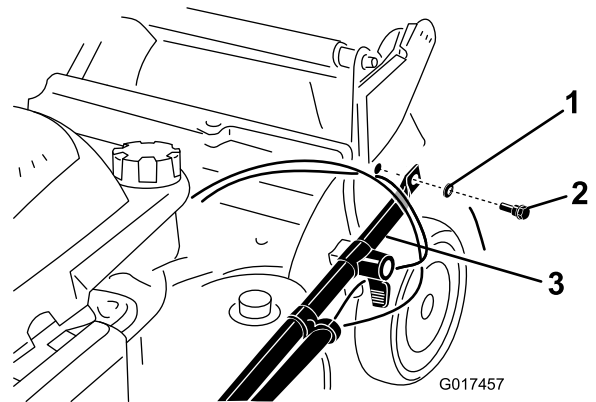

Figure 5
2. Fixez les extrémités du guidon au carter de la machine avec 2 rondelles et 2 boulons (Figure 5), mais ne serrez pas les boulons.
**Important:** Acheminez les câbles à l'extérieur du guidon (Figure 5).